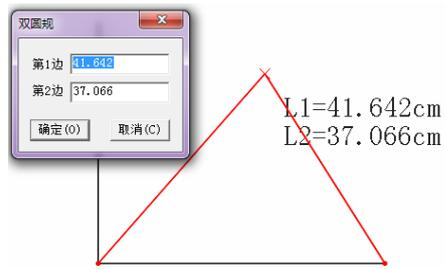

图 2-2-18 双圆规
(2) 双圆规：通过指定两点，同时做出两条指定长度的线。常用于画袖山斜线、西装驳头、倒伏等。纸样、结构线上都能操作。单击线的两个端点，移动鼠标单击左键弹出对话框分别输入两条线的长度，如图 2-2-18 所示。